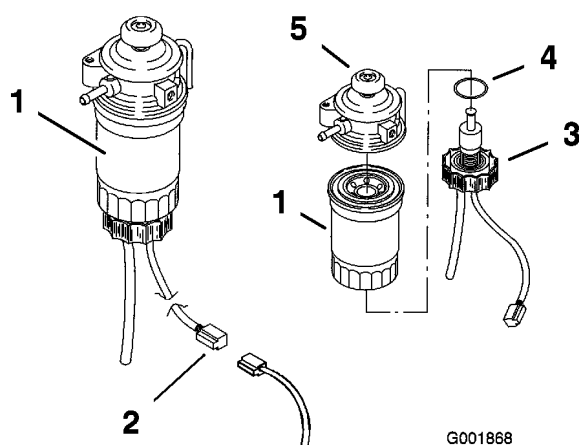

Figure 43
6. Retirez le bouchon de vidange et mettez le joint torique au rebut (Figure 43).
8. Vissez un filtre neuf à la main jusqu'à ce que le joint touche le boîtier, puis vissez de 1/3 de tour supplémentaire (Figure 43).